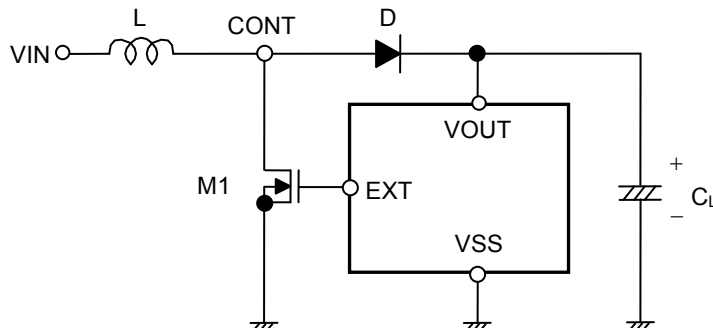

図11 昇圧型スイッチングレギュレータの基本式の回路
以下に昇圧型スイッチングレギュレータの基本式 { (1)~(7) } を示します。(図11参照。)